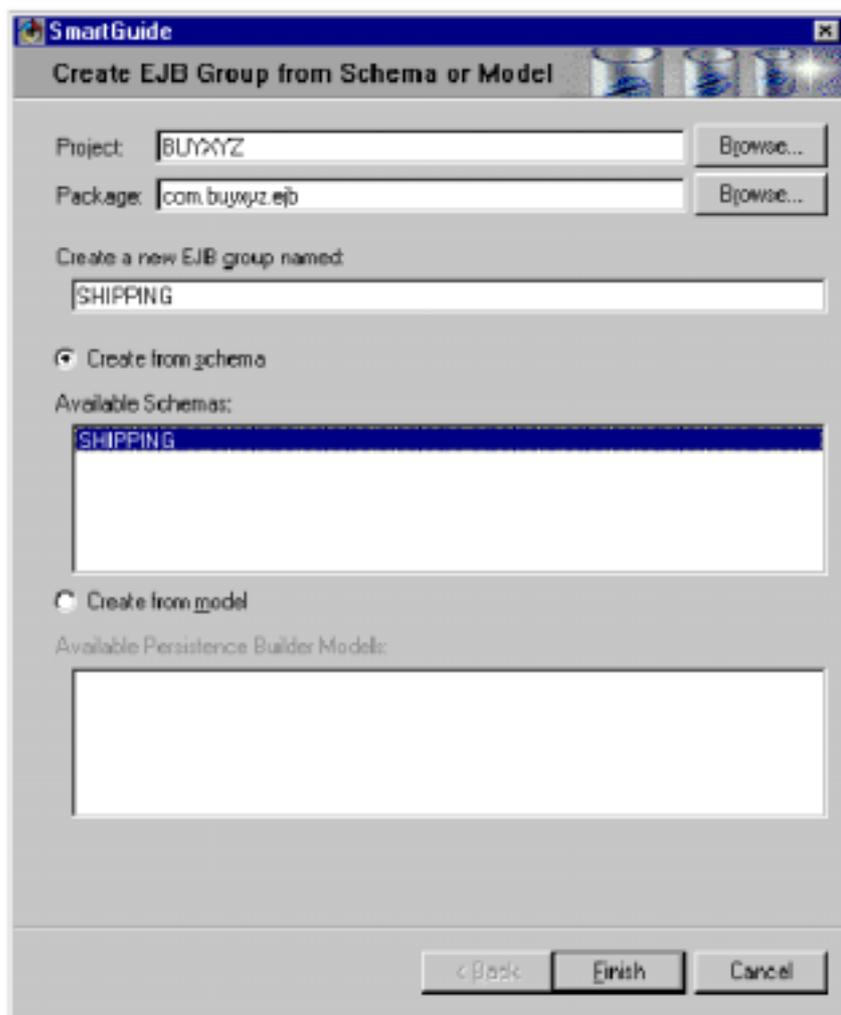

图 7-5 VisualAge 创建 EJB 组智能向导
1. 选择 EJB -> Add -> EJB Group from Schema or Model, 将出现 “ Create EJB Group from Schema or Model ” 智能向导窗口 ( 图 7-5 )。